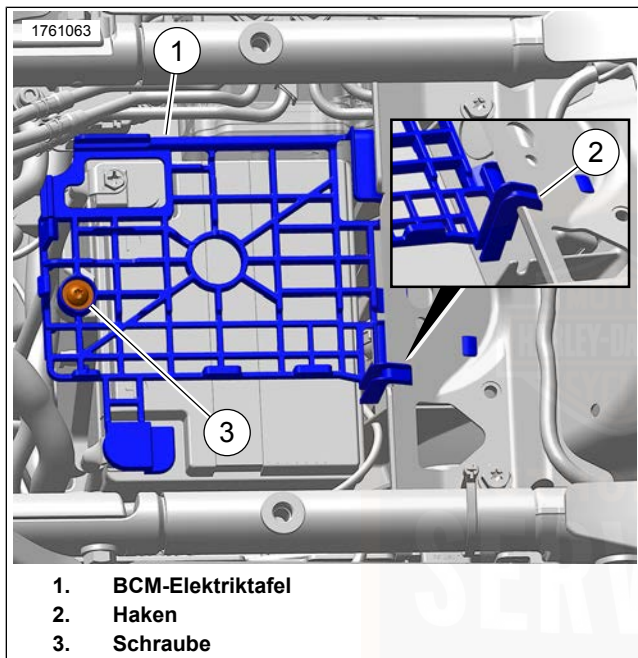

Abbildung 109. Ausbau/Einbau der BCM-Elektriktafel
9. Siehe Abbildung 109 . Die Schraube (3) und die BCM-Elektrizitätstafel (1) entfernen.
7. Siehe Abbildung 109 . Die BCM-Elektriktafel (1) einbauen. Sicherstellen, dass der Haken (2) oben an der Rahmenlasche einhakt.
8. Die Schraube (3) anbringen. Festziehen.